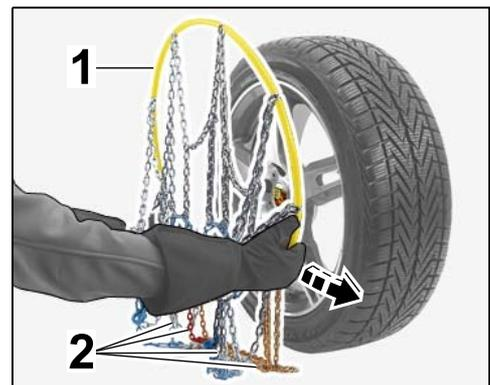

Figura 3
- 2.1.2 Colocar la red de eslabones de la cadena antideslizante (⇒ *Figura 3*).